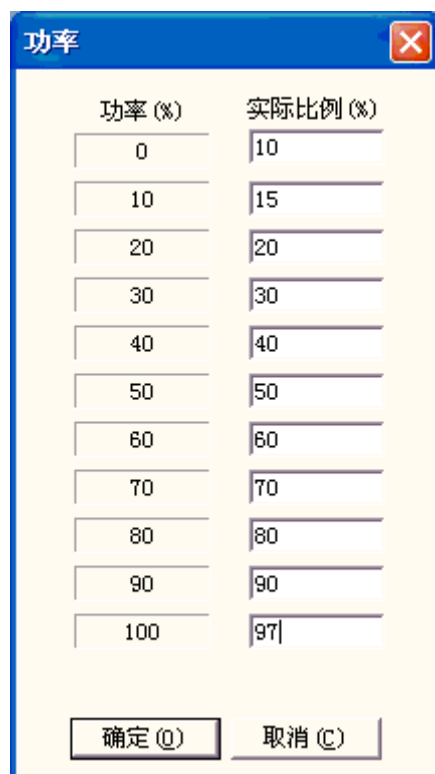

图 10-28 实际功率对话框显示了一个映射表，用于将用户定义的功率比例与实际比例进行映射。对话框标题为“功率”，包含一个关闭按钮。表格如下：
**功率映射：** 设置用户定义的功率比例与实际对应的功率比例（如图 10-28 所示）。如果用户设置的功率比例不在对话框显示的数值中，则按线性插值取值。